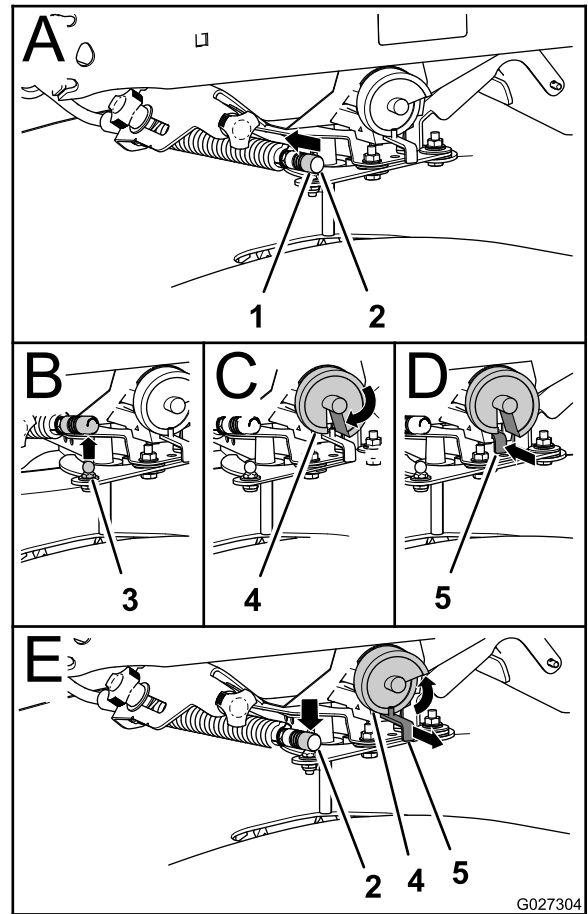

Figure 28
1. Poussez le manchon de verrouillage du câble de déflecteur vers l'arrière et soulevez le câble de la rotule sur la tige de dosage (Figure 28).
2. Tirez le câble hors de la rotule (Figure 28).
3. Tournez la came de dosage au-delà de la position 9 de manière à aligner la fente de la came sur la tige (Figure 28).
4. Poussez complètement la tige de dosage en arrière (Figure 28).
1. Tirez la tige vers l'extérieur jusqu'à ce qu'elle passe la came de dosage (Figure 28).
3. Fixez le câble à la rotule sur le levier du déflecteur (Figure 28).